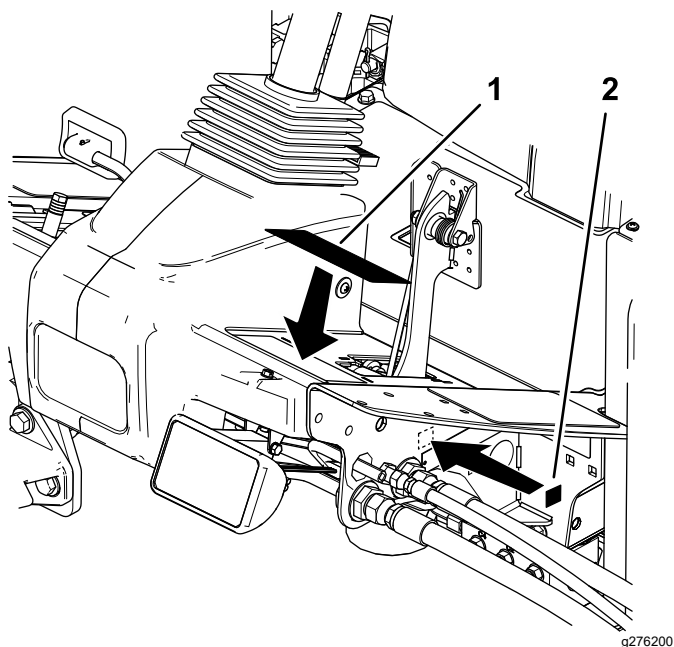

Figura 3
- Sulle macchine che richiedono la conformità CE, applicate l'adesivo di avvertenza contenuto nelle parti sfuse sopra l'adesivo esistente (Figura 3).
- Applicate l'adesivo CE accanto alla targhetta del numero di serie sulla macchina (Figura 3).